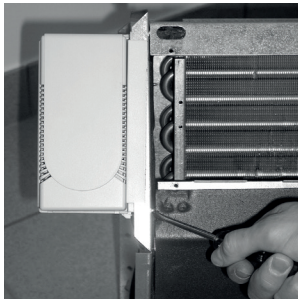

Fig. 9
3. rimuovere la scatola comandi agendo sugli appositi agganci di fissaggio alla fiancata come indicato in Fig. 9 e riagganciarla sulla fiancata opposta, prestando particolare attenzione a non compromettere l'integrità e conformità del cablaggio elettrico;